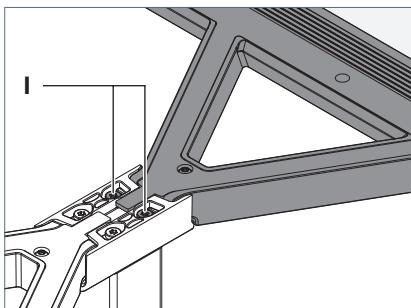

Fig. 21: Ajuster la tête du luminaire.
- ▶ Pour abaisser la tête du luminaire, tournez les vis I qui maintiennent cette tête du luminaire dans le sens inverse des aiguilles d'une montre, voir Fig. 21.